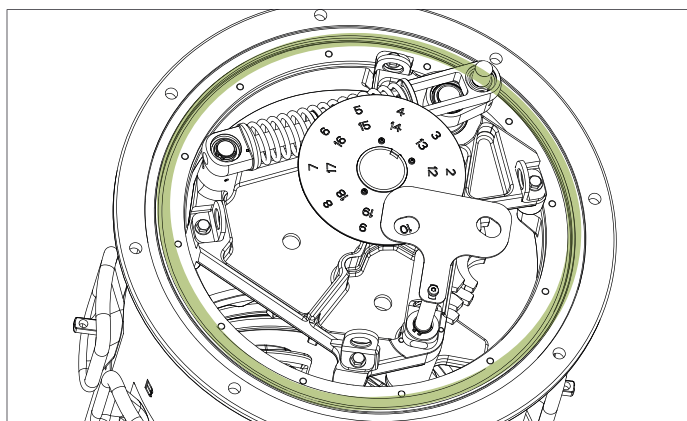

Рис. 68. Замена уплотнительного кольца
4. Замените уплотнительное кольцо на новое кольцо. См. рис. 68.